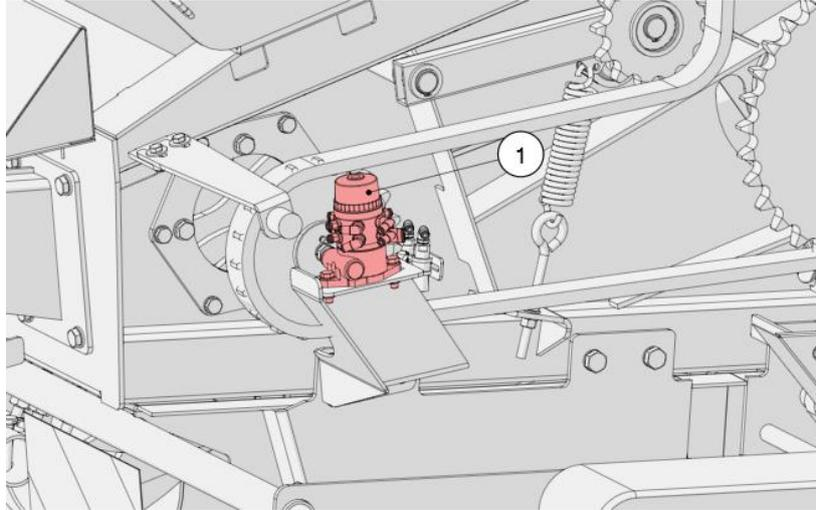

Рисунок 67. Насос автоматической смазки цепей
- Отсоедините все провода от насоса (1) (Рис. 67);
- Подставьте емкость для масла под насос (1);